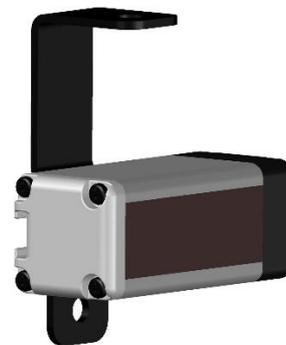

Figura 2
3) Si ottiene così un preassemblaggio di fotocellula con staffa (Figura 2).